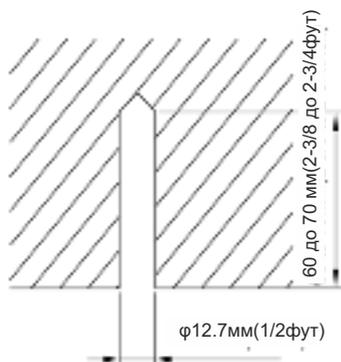

Рис. 4.2
- (1). Установите шпильки на потолке в месте, достаточно прочном для подвески блока. Отметьте расположение шпилек, ориентируясь на монтажный шаблон. С помощью дрели для бетонных конструкций просверлите отверстия диаметром 12,7 мм (1/2 дюйма). (См. Рис. 4.2).